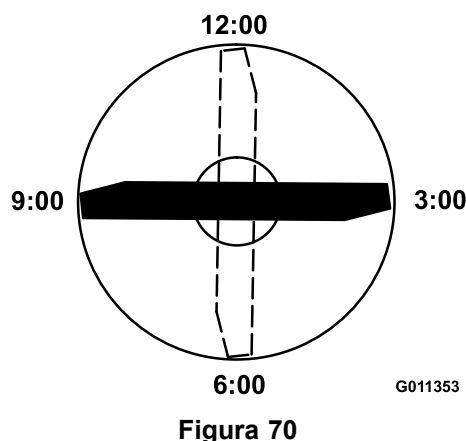

Figura 70
3. Poziționați marginea de tăiere a capătului marcat al lamei la poziția corespunzătoare orei 12 (drept înainte în direcția de cosire) și măsurați înălțimea de la masă la muchia de tăiere a lamei (Figura 70).
4. Rotiți capătul marcat al lamei în pozițiile corespunzătoare orei 3 și orei 9 și măsurați înălțimile (Figura 70).